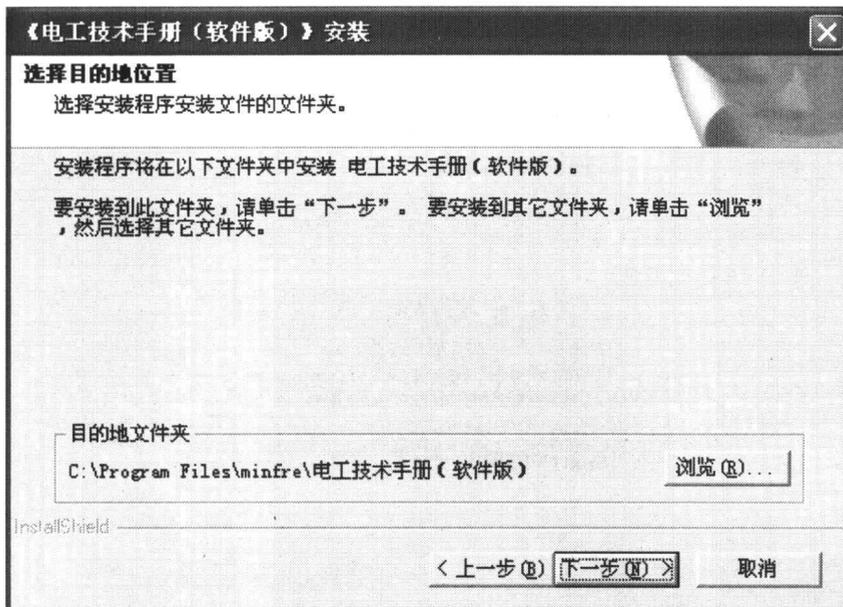
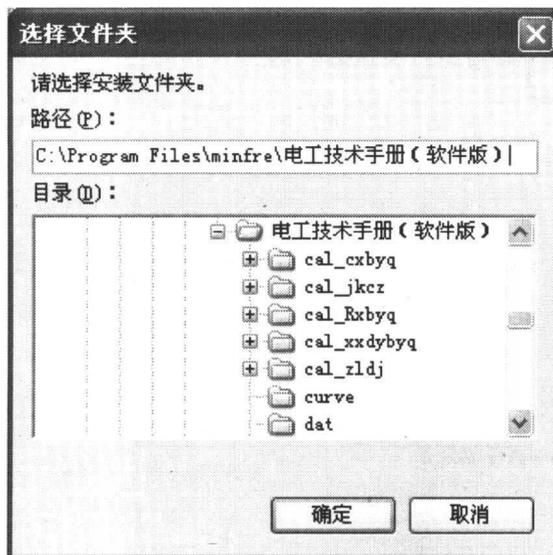

图 1-5 选择安装目录界面
图 1-6 选择合适的文件夹界面
(6) 进入如图 1-5 所示的选择安装目录界面。系统推荐的安装目录是 C:\Program Files\minfre\电工技术手册（软件版），如果同意安装在此目录下，单击“下一步”按钮。如果希望安装在其他的目录中，单击“浏览”按钮，在弹出的对话框中选择合适的文件夹后，单击“确定”按钮，确认安装路径，如图 1-6 所示。